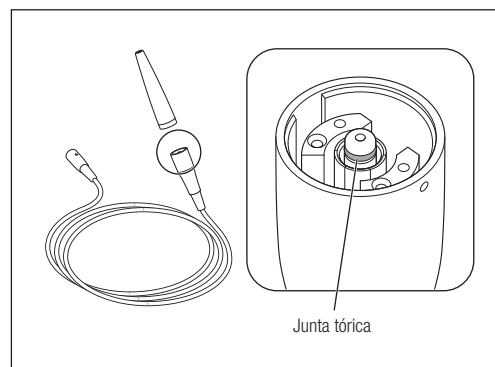

Fig. 43
- 2) Retire la junta tórica que desea sustituir con la ayuda de una aguja, etc. (Fig. 43).